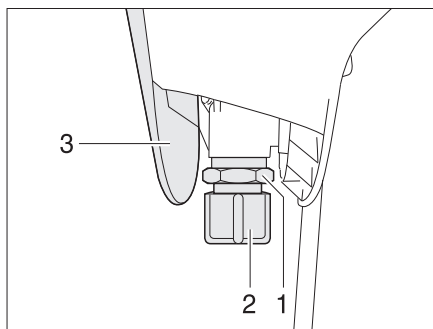

Fig. 246 Vanne toilette à aspiration
- Retirer le couvercle (Fig. 246,3).
- Dévisser le capuchon de fermeture (Fig. 246,2).
- Placer un récipient approprié sous la vanne (Fig. 246,1).